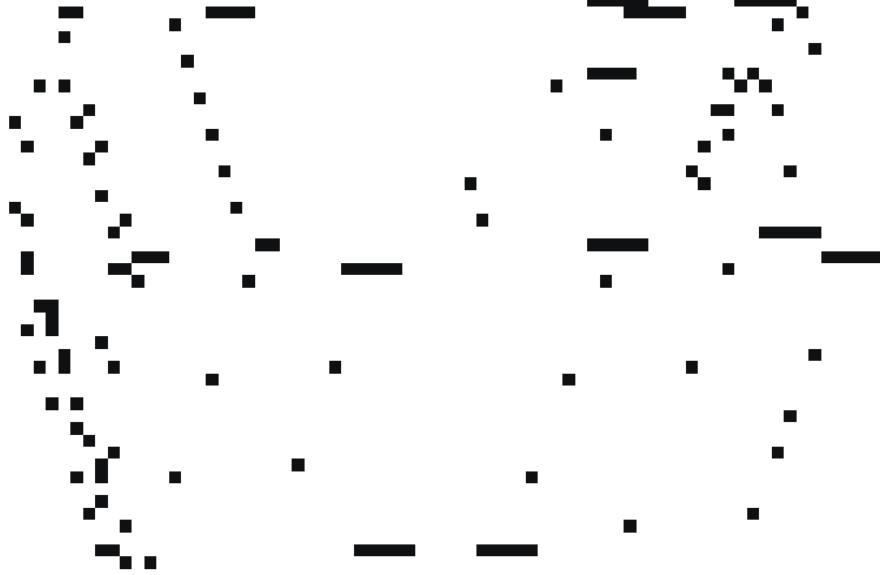

Рис. 2. Ограждение из плоских элементов
- ограждение из плоских элементов, рис.2;
5.12.1. Сборка ограждения из плоских элементов (рис.2):
- опоры установить вплотную к ножкам основания (1), рис.2;